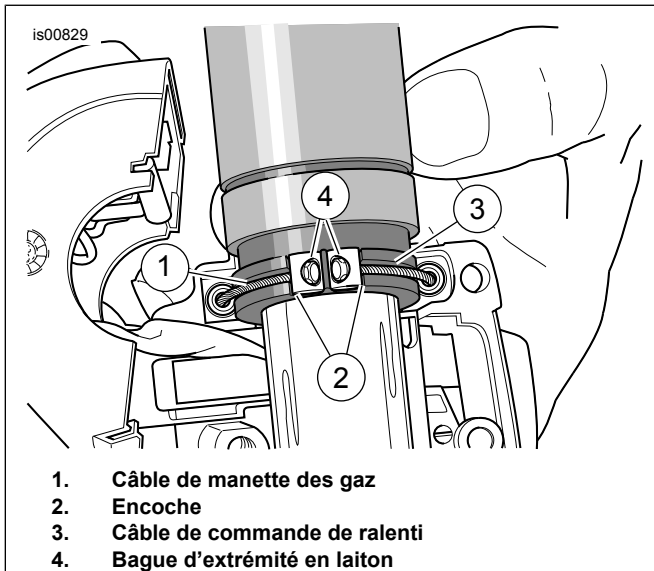

Figure 8. Câbles de manette des gaz/commande de ralenti
5. Consultez Figure 8 . Retirer les bagues d'extrémité des encoches dans le côté intérieur de la poignée de manette des gaz. Retirer les bagues d'extrémité des raccords d'extrémité de câble.
1. Consultez Figure 8 . Appliquer délicatement le graphite sur la poignée d'accélération à l'intérieur du boîtier de commutation et sur l'extrémité de l'accélérateur du guidon.
6. Consultez Figure 8 . Positionner le boîtier de commutation inférieur sous la poignée d'accélération. Installer deux bagues d'extrémité en laiton (56508-76) du kit sur les câbles en les positionnant dans leurs encoches respectives sur la poignée des gaz. Les câbles doivent être positionnés dans les rainures moulées dans la poignée.